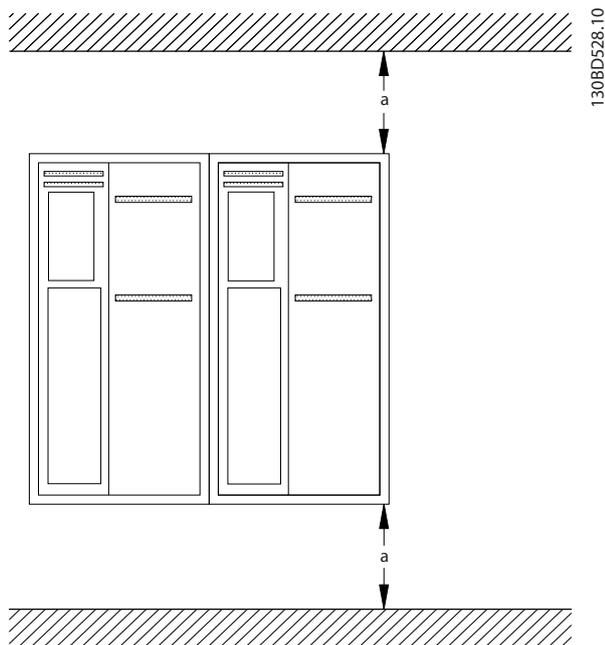

Abbildung 3.2 Abstand zur Kühlluftzirkulation oben und unten
- Sehen Sie über und unter dem Frequenzumrichter zur Luftzirkulation einen ausreichenden Abstand vor. Siehe *Abbildung 3.2* für die notwendigen Abstände.